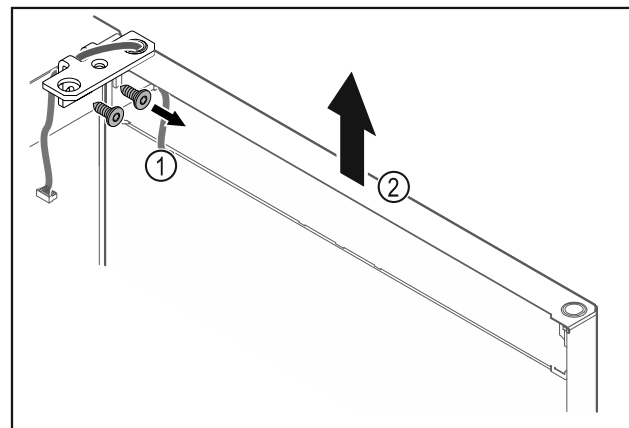

Fig. 22
- Svitare la cerniera angolare Fig. 22 (1).
- Sollevare la porta con la cerniera angolare Fig. 22 (2) di ca. 200 mm verso l'alto in senso orizzontale e rimuoverla.